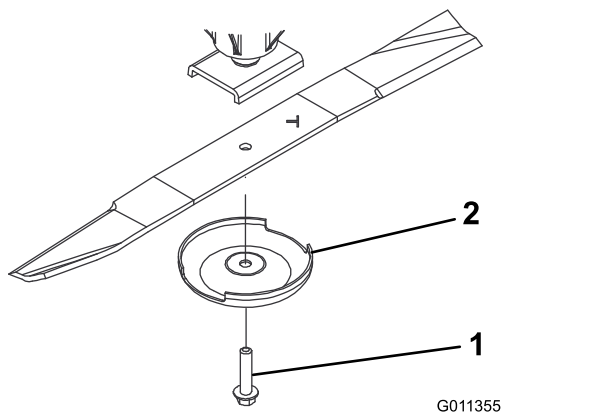

Рисунок 76
3. Снимите болт ножа, защитный колпак и нож с вала шпинделя (Рисунок 76).